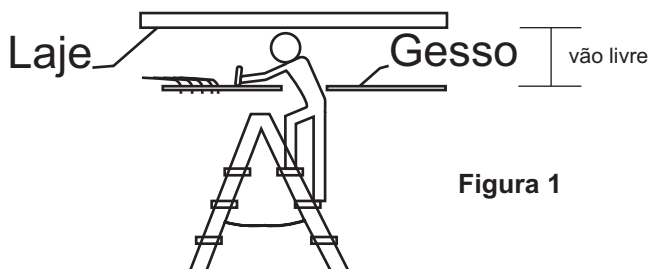

Figura 1
**Atenção:** Pode ser necessária a execução de aberturas no gesso para acesso à área de aplicação das fibras óticas. Recomenda-se que estas aberturas tenham dimensões mínimas de 40 x 40 cm, espaçadas cerca de 2 metros entre si (**Figura 1**).